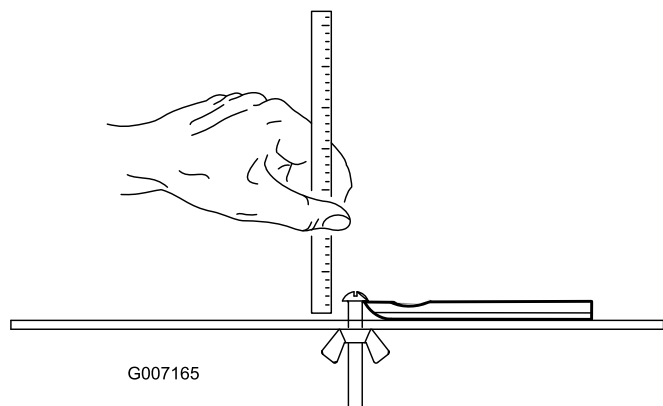

図 24
**注** どのベッドナイフの場合も、使用限界の測定基準はベッドナイフの底面です図 24。